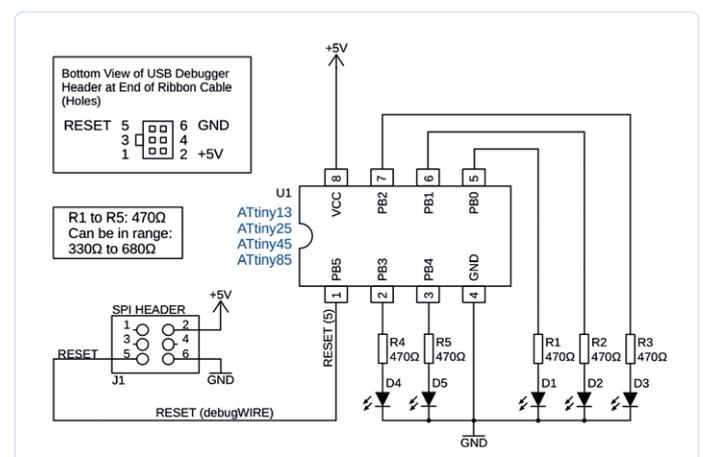
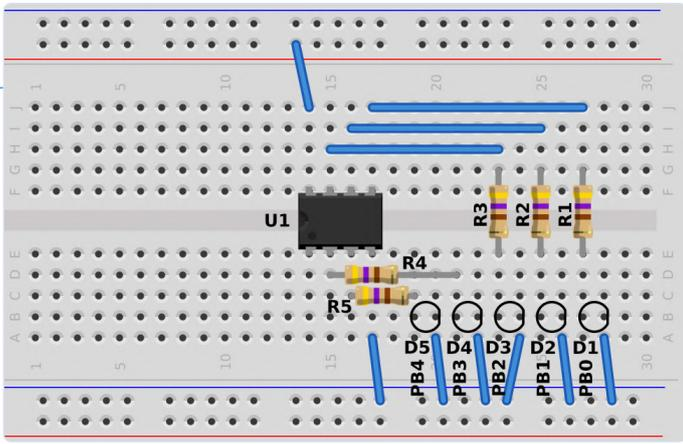

Bild 1. Schaltplan des Fünf-LED-Zählers.
Bild 2. Breadboard-Layout des Fünf-LED-Zählers.
**Bild 1** zeigt einen Schaltplan eines ATtiny13(A) oder ATtiny25/45/85 AVR-Mikrocontrollers mit fünf LEDs, die an die I/O-Pins PBo...
Um das folgende Beispielprogramm auf die Schaltung in Bild 1 zu laden und den Zählwert auf den LEDs anzuzeigen, kann ein USB-Programmiergerät mit reiner Programmierfunktion verwendet werden. Verdrahten Sie die LEDs wie in Bild 1 und Bild 2 gezeigt. Die originalen USBasp- und USBtinyISP-Designs besitzen Schutzwiderstände auf den Leitungen zum Programmiergerät, die sowohl das Programmiergerät wie auch den Ziel-AVR-Chip schützen. Der Arduino Uno, der als ArduinoISP eingesetzt wird, verfügt nicht über solche Schutzwiderstände, aber diese können der MOSI- und der SCK-Leitung des Arduino Uno zum Ziel-AVR hinzugefügt werden. Im originalen USBasp-Design werden 270-Ω-Schutzwiderstände auf den Leitungen MOSI, SCK und RESET verwendet, beim originalen USBtinyISP-Design sind 1,5-kΩ-Widerstände auf den Leitungen MOSI und RESET platziert.
Obwohl die Schaltung in Bild 1 mit den angeschlossenen LEDs und Vorwiderständen über die ISP/SPI-Schnittstelle programmiert werden kann, ist es möglich, dass an anderen Schaltungen Hardware angeschlossen ist, die die Programmierung stört. Wenn periphere Hardware an den Pins eines zu programmierenden AVR die Programmierung stört, gibt es einige Lösungen für dieses Problem. Natürlich können diejenigen Leser, die einen debugWIRE-fähigen USB-Programmierer/Debugger wie den Atmel-ICE besitzen, den Ziel-AVR einfach in den debugWIRE-Modus versetzen und so nur einen Pin für die Programmierung verwenden. Eine andere Lösung besteht darin, den AVR auf einem anderen Breadboard über ISP/SPI zu programmieren und ihn anschließend an die Zielschaltung einzubauen.
Alternativ kann ein AVR mit mehr Pins verwendet werden, aber die freien Portpins stimmen nicht immer mit den gleichen Pins des gleichen Ports eines ATtiny im 8-Pin-PDIP-Gehäuse überein. Wenn man zum Beispiel die Portpins PBo...PB4 wie in der Schaltung in Bild 1 verwendet, stehen bei den 14-poligen ATtiny24/44/84-AVRs nicht fünf aufeinanderfolgende freie Pins zur Verfügung, da die ISP/SPI-Pins sowohl Pins von Port A als auch von Port B belegen. Beim 20-poligen ATtiny26/261/461/861 ist der gesamte Port A frei, wenn ein ISP/SPI-Programmierer angeschlossen ist, aber das bedeutet, dass die Software geändert werden muss, um Port A statt Port B zu verwenden. Glücklicherweise sind beim 20-poligen ATtiny2313/4313 die Pins PBo...PB4 frei, wenn ein ISP/SPI-Programmierer angeschlossen ist.
Damit der Mikrocontroller wie in Bild 1 über eine einzige debugWIRE-Leitung programmiert werden kann, müssen zunächst alle ISP-Header-Leitungen des USB-Programmierers/Debuggers an den Mikrocontroller angeschlossen und dann die DWEN-Fuse gesetzt werden, um den AVR in den debugWIRE-Modus zu versetzen. Dann sollte sich der AVR im debugWIRE-Modus befinden. Wenn nicht, schließen Sie Ihren Programmierer/Debugger wie den Atmel-ICE oder AVR-Dragon an. Überzeugen Sie sich, dass sie die DWEN-Fuse setzen können. Sobald dies geschehen ist, können alle ISP-Header-Anschlüsse aus der Schaltung entfernt werden, mit Ausnahme von RESET, +5 V (Vcc) und GND, wie in Bild 1 dargestellt.
Wenn Sie alle Bauteile zusammen haben, können Sie die Schaltung aus Bild 1 auf einem Breadboard aufbauen. Die fünf LEDs werden auf dem Breadboard in einer Reihe platziert, wobei die Positionen den Pins PBo...PB4 entsprechen, beginnend mit PBo (LED D1) auf der rechten und PB4 (LED D5) auf der linken Seite. Mit anderen Worten, wir wollen eine LED-Reihe, bei der PBo mit der LED rechts verbunden ist, PB1 mit der LED links daneben, PB2 mit der LED an dritter Stelle von rechts und so weiter, wie in Bild 2 zu sehen ist. Das Bild zeigt nur die Umrisse der LEDs, damit sie nicht die Sicht auf die Drahtverbindungen und Widerstände versperren. Wenn Sie nicht über die entsprechende Hardware verfügen, können Sie die Programme auch mit einem Simulator nachvollziehen.
Wenn Sie die Hardware aus Bild 1 verwenden, wählen Sie im Microchip-Studio das Hardware-Tool (Ihren Debugger) wie den Atmel-ICE, mit debugWIRE als Schnittstelle. Klicken Sie dazu auf das Hammersymbol in der zweiten oberen Symbolleiste. Wenn Sie den Simulator verwenden, wählen Sie stattdessen `Simulator` als Werkzeug. Wenn Sie ein „Hobby“-Programmiergerät verwenden, erfahren Sie im Folgenden, wie Sie das Programm auf den Ziel-ATtiny laden können.